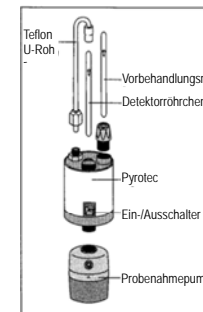

Abb.1
5. Setzen Sie das Röhrchen fest so in den Gastec Pyrotec Pyrolyzer ein, dass der Pfeil (G) auf dem Röhrchen zum Gastec Pyrotec Pyrolyzer zeigt (Abb. 1).